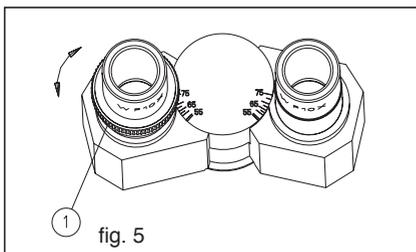

fig. 5
Mettre l'échantillon sur la platine. Mettre l'objectif 40X en position de travail. Tout d'abord, observer la colonne de droite avec l'œil droit, ajuster le bouton de mise au point grossière pour une image claire. Deuxièmement, observer la colonne de gauche avec l'œil gauche, ajuster la commande dioptrique ① pour une image claire. (Fig.5)